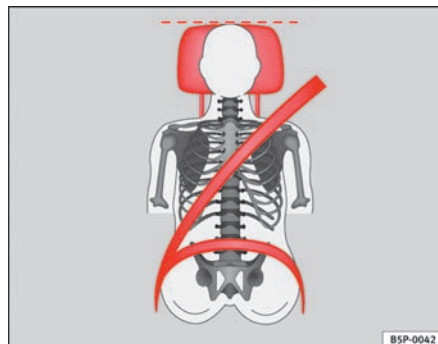

Fig. 12 Korrekt placering af sikkerhedssele og hovedstøtte set forfra
- Sikkerhedsselens skulderdel skal sidde midt på skulderen og aldrig hen over halsen. Sikkerhedsselen skal sidde fladt og tæt ind til overkroppen ⇒ side 25, fig. 12.